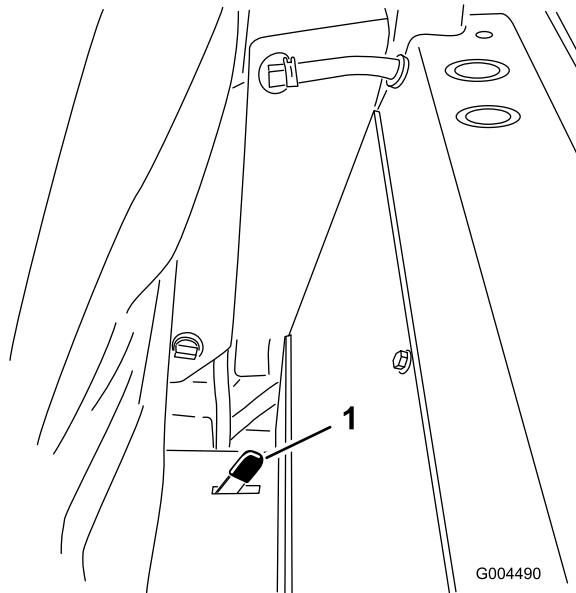

Figura 36
2. Presione uno de los enganches del asiento situados detrás y en los lados del mismo hacia atrás para desenganchar el asiento, y tire hacia adelante la parte superior del asiento (Figura 36).